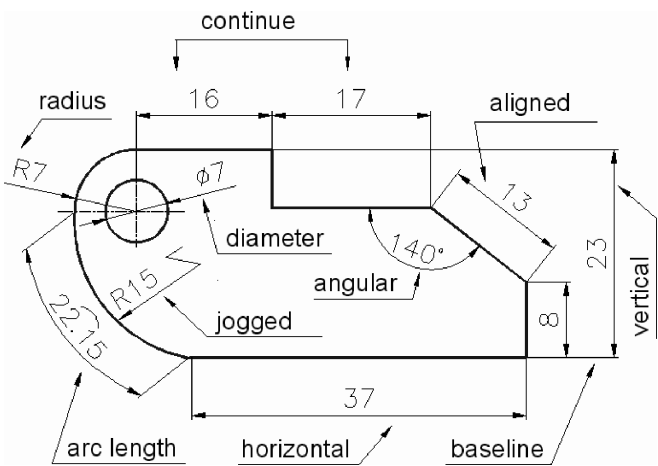
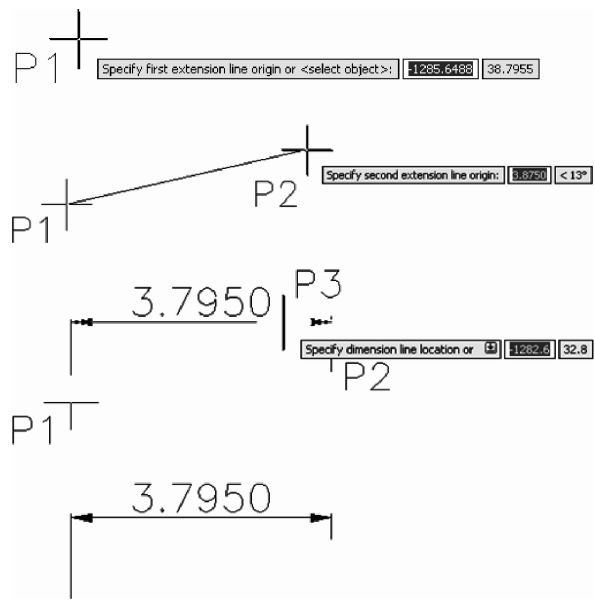

Fig. 6.63 Tipuri de cote
Fig. 6.64 Plasarea unei cote liniare
- Cotarea unei piese folosind diferite tipuri de cote poate fi urmărită în Fig. 6.63. Plasarea unei cote liniare – vezi Fig. 6.64 – prin folosirea pictogramei **Linear Dimension** din meniul grafic **Dimension**, are loc după următorul dialog: